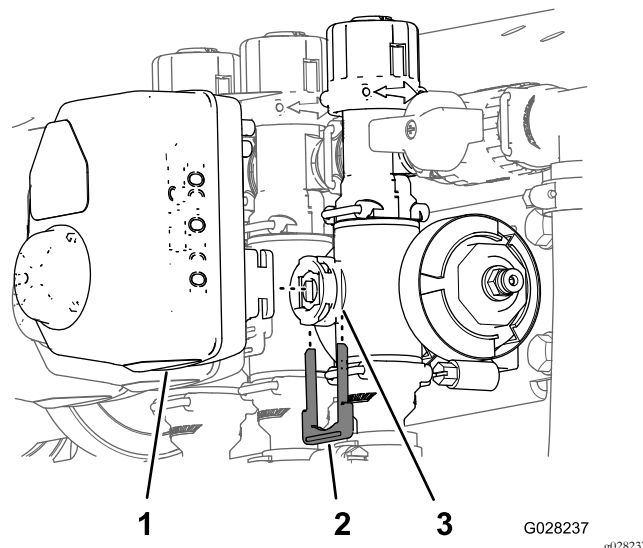

Figure 133
- Retirez l'étrier qui fixe l'actionneur à la valve du collecteur pour le régulateur de débit, la vanne d'agitation, la vanne maîtresse des rampes ou la vanne de section de rampe (Figure 133).